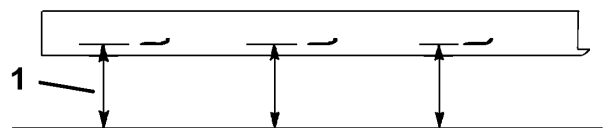

Figure 49
2. Mesurez la distance entre une surface plane et le tranchant (position A) des lames (Figure 49) et notez cette valeur.